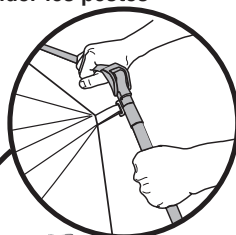

Fig. 4
- Doble las articulaciones de los brazos localizadas en las esquinas y los costados de la tienda de campaña. (Fig. 4)